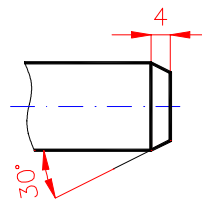

Figura 22 Cotarea teșirilor când unghiul diferă de 45°
- pentru alte valori ale teșiturii, decât cele de 45° , cotarea se face ca în exemplul din figura 22, adică se cotează separat distanța de teșire și unghiul sub care se face teșirea.